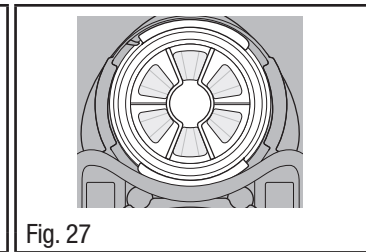

Fig. 27
4. Para substituir o diafragma de voz, insira-o na abertura da peça facial com as asas do diafragma de voz alinhadas verticalmente (Fig. 27).